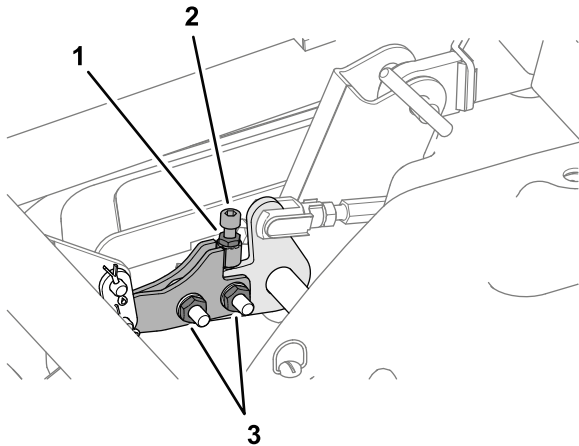

Bild 123
- A. Lösen Sie die zwei Muttern, mit denen der Nivellierungslenker befestigt ist (Bild 123).
- B. Lösen Sie die Klemmmutter, mit der die Innensechskantschraube befestigt ist (Bild 123).
10. Ziehen Sie die zwei Muttern am Nivellierungslenker und die Klemmmutter für die Innensechskantschraube an (Bild 123).
7. Ziehen Sie die Klemmmuttern für die Einsteller für der Mähwerkneigung an (Bild 123).